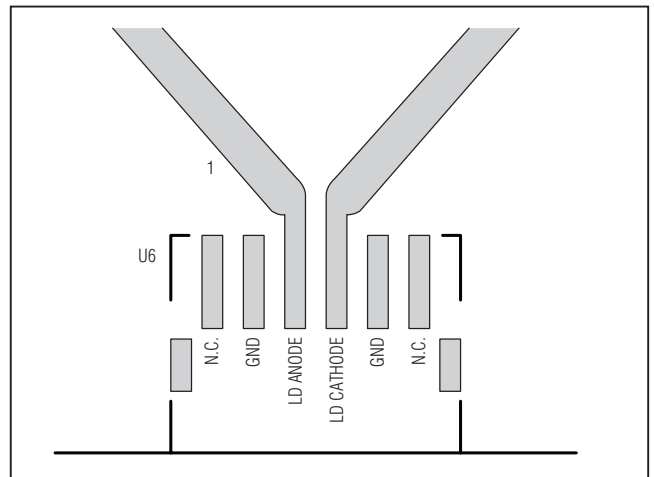

图1. TOSA连接
- 1) 安装激光器，连接U6。请参考图1，获得有关激光器连接的更多信息。